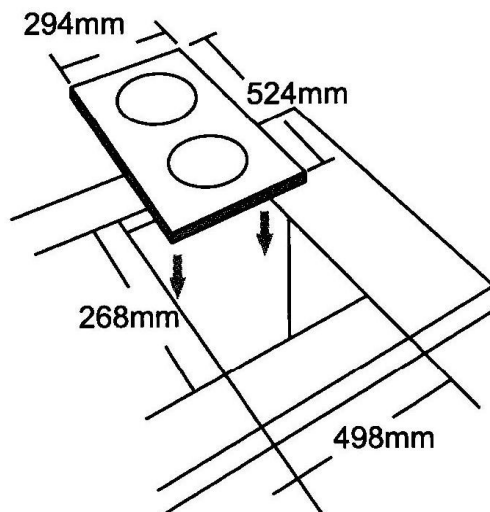

Рис. 2
- Отверстие в столешнице следует выполнить согласно размерам, поданным на рис. 2.